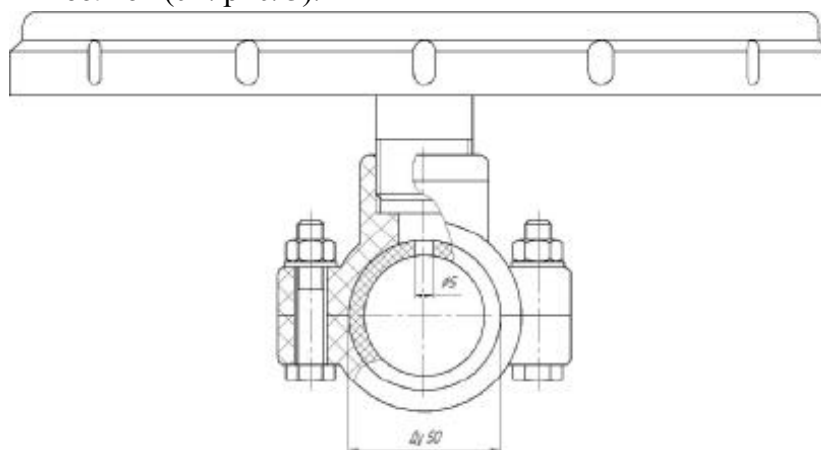

Рис. 2. Схема установки азратор АМЕ 270 с помощью обжимной седелки на трубу Ду 50.
6.3.2. В случае применения обжимной седелки монтаж необходимо осуществлять по следующей схеме (см. рис. 2):